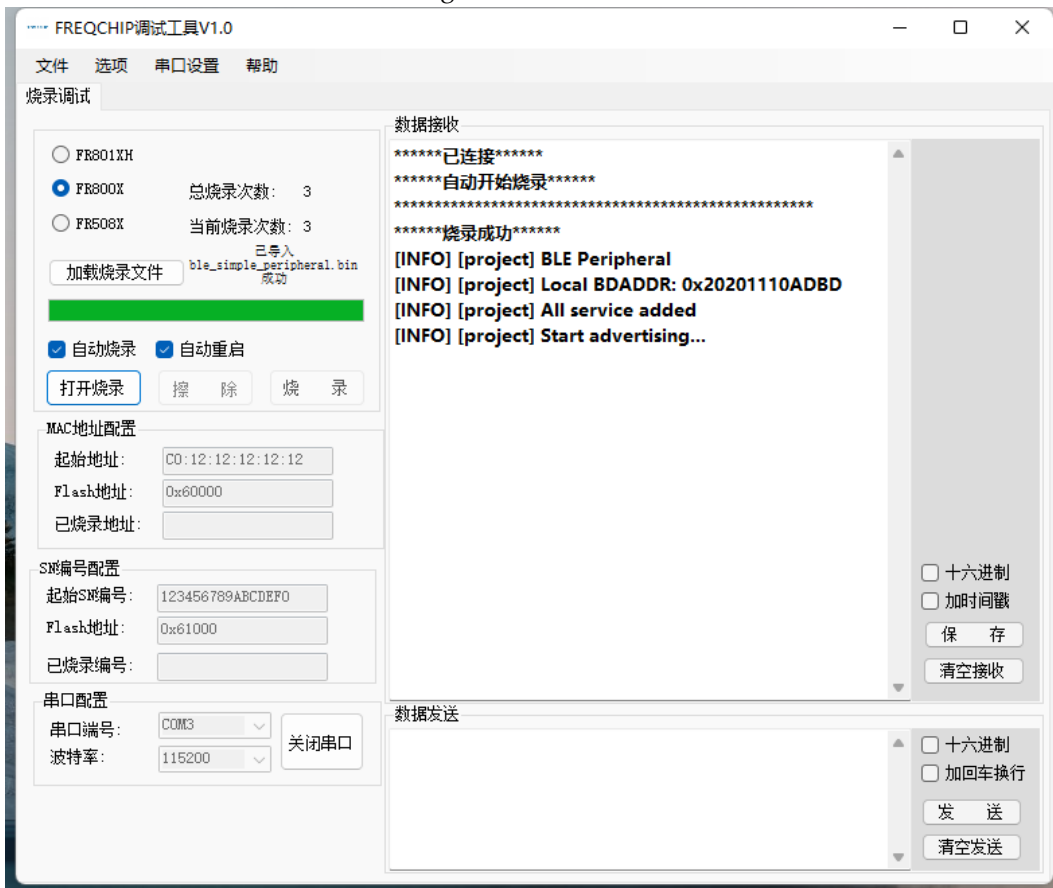

图 6.4
6.4 烧录完成后，工具界面会打印程序运行 log，如图 6.4